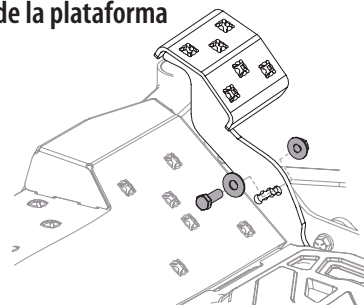

Figura 42
2. Retire el perno hexagonal, la arandela y la tuerca hexagonal cerca del centro del conjunto del pedal. Vea la Figura 42.
4. Vuelva a instalar el hardware que retiró anteriormente y apriete la tuerca a 28-35 pies-libras (38-47 N-m). Vea la Figura 42.